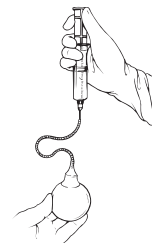

Figura 4-10
2. Tenendo il serbatoio, attaccarvi l'ago smusso di calibro 15 e una siringa da 60 cc parzialmente riempita con soluzione fisiologica sterile normale (**Figura 4-10**).